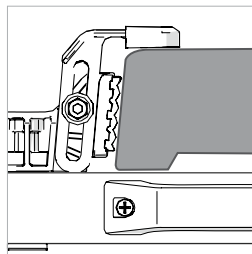

Fig. 19
Wenn Ihr Sägesockel KEINE Lippe hat, die unter der Klemme hervorsticht, MUSS die Sekundärklemme angebracht werden, um den Sockel von oben zu sichern. **(Abb. 19)**
- Falls erforderlich, justieren Sie die sekundären klemmen für eine verbesserte positive Positionierung und zusätzlichen Halt auf der Oberseite des Kappsägesockels. **(Abb.19)** Ziehen Sie diese mit dem mitgelieferten Sechskantschlüssel fest.